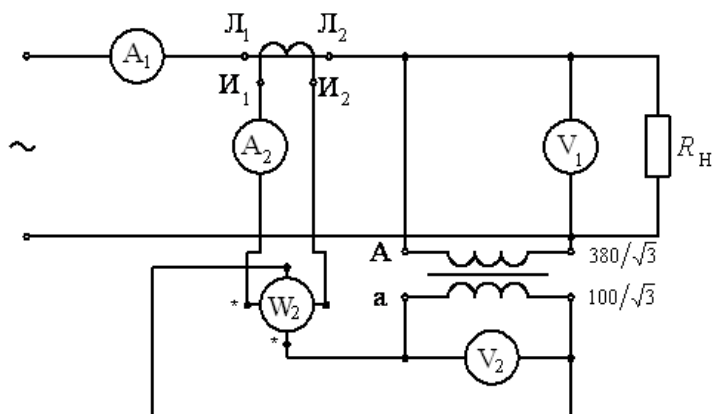

Рис. 5.3. Схема включения приборов с измерительными трансформаторами.
Собственные параметры отдельных катушек могут быть определены опытным путем по схеме трех приборов (амперметра + вольтметра + фазометра) (рис. 5.3): $\underline{Z} = (U_V / I_A) \cdot e^{j\varphi} = R + jX$, где U_V , I_A , φ – показания соответствующих измерительных приборов.
- Собрать электрическую цепь согласно рабочей схеме рис. 5.3 для экспериментального определения собственных параметров одной из катушек (R_0, X). Установить в цепи произвольный режим. Измерить ток I , напряжение на входе U и фазный угол φ . Результаты измерений внести в табл.5.4. По данным измерений определить собственные параметры 1-й катушки $\underline{Z} = (U_V/I_A) \cdot e^{j\varphi} = R_0 + jX$, где U_V, I_A, φ – показания соответствующих измерительных приборов. Результаты расчета внести в табл. 5.4.
В установках высокого напряжения включение измерительных приборов осуществляется через измерительные трансформаторы тока и напряжения (рис. 5.3).
3. Собрать схему, изображённую на рис. 5.3. Определить погрешности, вносимые измерительными трансформаторами тока и напряжения. Результаты расчётов и наблюдений записать в табл. 5.3.